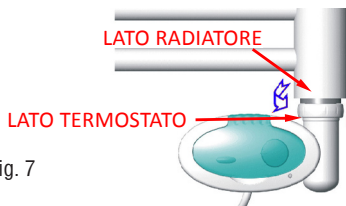

Fig. 7
4. Ruotare dolcemente il POSEIDONE fino a raggiungere la posizione desiderata, avendo cura di non superare i 180°. Completare l'inserimento del POSEIDONE (Fig. 7).